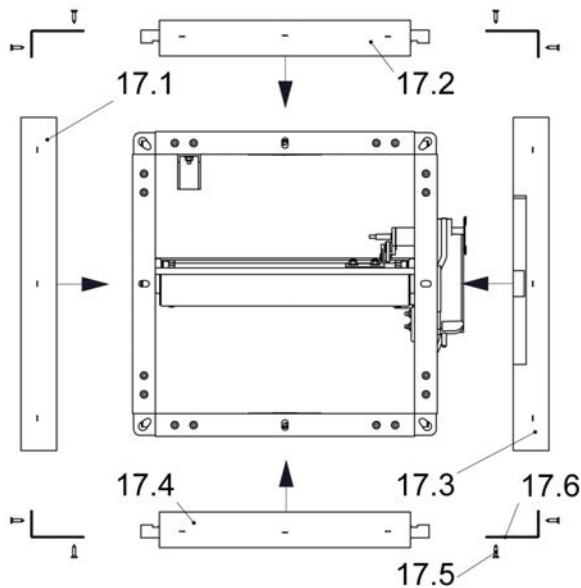

Abbildung 115: BKL mit Einbaurahmen Typ ER-A1 (lose)
Ist der Einbaurahmen Typ ER-A1 als Bausatz lose bestellt bzw. geliefert worden, muss dieser noch anhand nachfolgender Anleitung an der BKL (s. Abbildung 115) montiert werden. Um Beschädigungen bei der Montage des Einbaurahmens Typ ER-A1 an den Bauteilen zu vermeiden, muss eine geeignete Unterlage (z.B. Karton, Palette etc.) verwendet werden, auf der die Brandschutzklappe bei der Montage gestellt wird. Sämtliche zur Verschraubung benötigten Bohrungen sind werkseitig am Einbaurahmen Typ ER-A1 vorgebohrt, es müssen keine weiteren Bohrungen mehr vorgesehen werden. Der Einbaurahmen Typ ER-A1 darf nicht direkt mit dem Gehäuse der Brandschutzklappe verschraubt werden.
- Die Brandschutzklappe auf den Flansch der Bedienseite (BS) stellen.
- Umlaufend um das Gehäuse der BKL (Pos. 1) werden entsprechend der Abbildung 115 die beiden B- sowie H-Teile (Pos 17.1 - 17.4) positioniert.